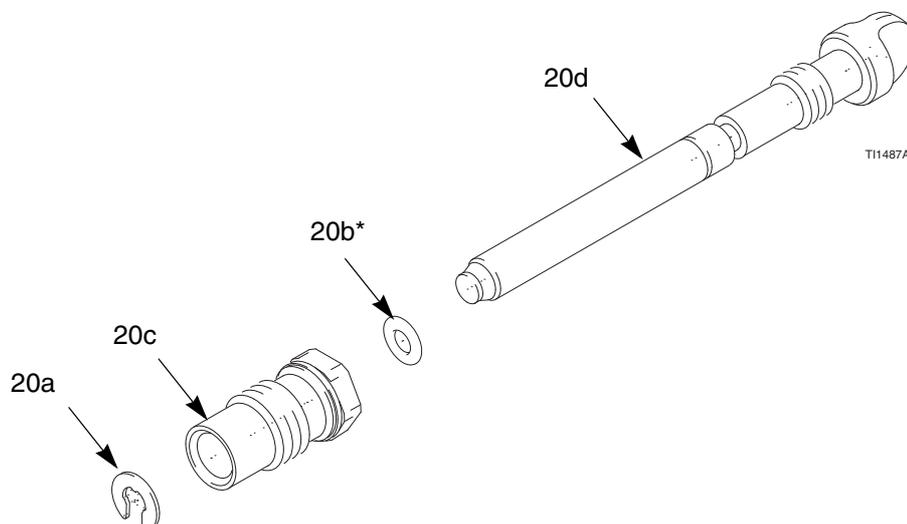

Fig. 19. Válvula de ajuste del aire del ventilador
3. Desmonte el anillo de retención (20a). Véase la FIG. 19.